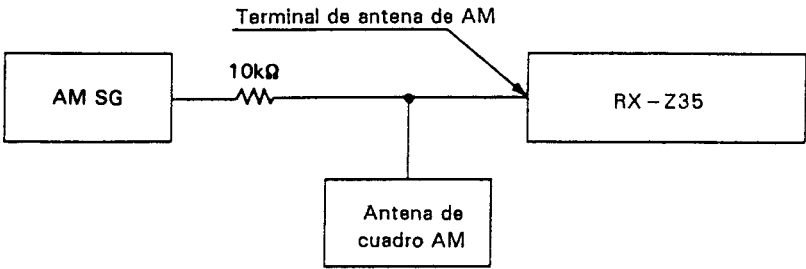

Fig. 4–2 Diagrama de conexión de ajuste de AM
- Conecte el sintonizador como se muestra en la Fig. 4–2.